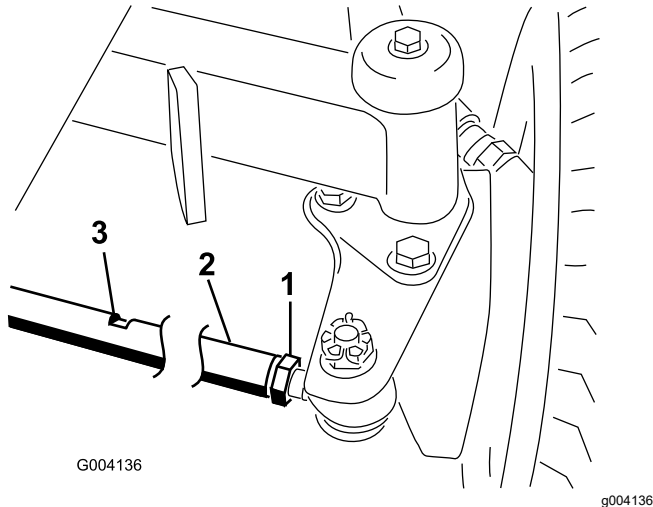

Figure 91
2. Desserrez l'écrou de blocage à chaque extrémité de la biellette (Figure 91).